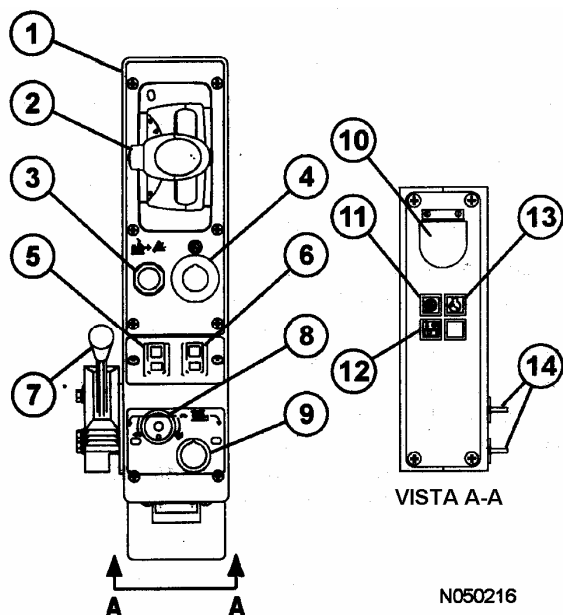

FIGURA 5-4. CONSOLA CENTRAL
La palanca de control direccional (2, Figura 5-4) está montada en una consola a la derecha del asiento del operador. Es una palanca de cuatro posiciones que controla el estacionamiento, retroceso, neutro y avance del camión.
El interruptor de reseteo de Falla/Anulación (3, Figura 5-4) vuelve a la posición OFF por medio de un resorte. Al presionar y mantener presionado, se puede utilizar este interruptor para varias funciones.
El interruptor de detención del motor (4, Figura 5-4) se utiliza para detener el motor. Suba el interruptor para detener el motor. Vuelva a bajarlo para habilitar la operación del motor.
Los interruptores de control (5) y (6, Figura 5-4) vuelven a la posición OFF por medio de un resorte. Al presionar la parte delantera del interruptor se sube la ventana izquierda o derecha de la cabina. Al presionar la parte posterior del interruptor se baja la ventana.
El control de elevación (7, Figura 5-4) es una palanca manual de cuatro posiciones ubicada entre el asiento del operador y la consola central (ver ilustración a continuación).
La perilla de ajuste (8, Figura 5-4) permite al operador variar la velocidad de descenso del camión que el sistema de control de velocidad de retardo mantendrá al descender una pendiente. Esta función puede ser anulada por el acelerador, la palanca de retardo o el pedal de retardo.
El interruptor (9, Figura 5-4) activa y desactiva el sistema. Presione la perilla para DESACTIVAR y tire la perilla para ACTIVAR el sistema.
El botón (10, Figura 5-4) debe ser utilizado por personal de mantenimiento calificado para registrar en memoria una “instantánea” del sistema de mando.
La luz (11, Figura 5-4) es un indicador color rojo que se encenderá cuando el sistema de mando AC este energizado.
La luz (12, Figura 5-4) es un indicador que se encenderá mientras el sistema VHMS está en proceso de tomar una instantánea de los datos de la máquina.